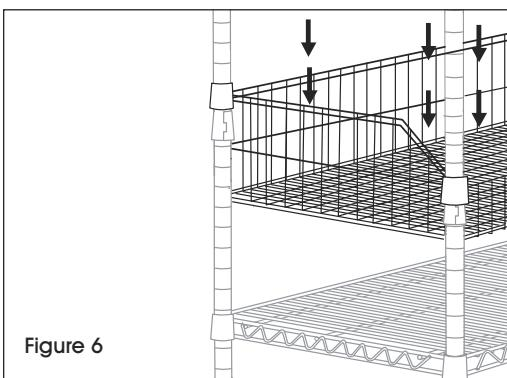

Figure 6
4. Déterminez la hauteur du panier inférieur, puis encliquez les supports de tablette. Les supports de tablette arrière doivent être placés à 4 rainures au-dessus des supports de tablettes avant. Ensuite, ajoutez et fixez le panier. (Voir Figure 6)